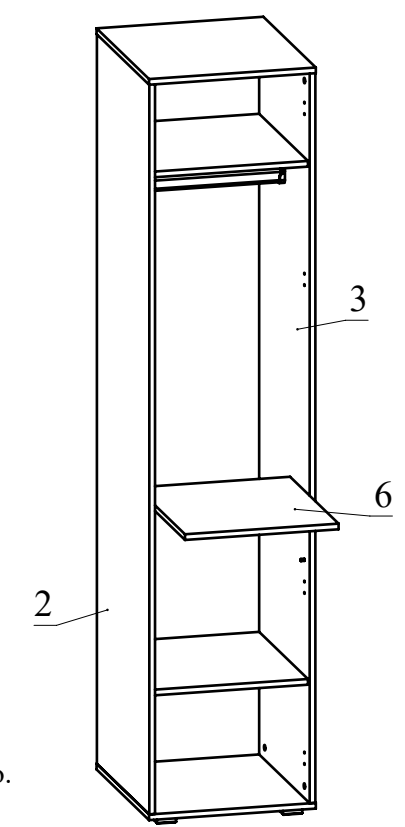

Рис.10
10. В отверстия деталей 2 и 3 установите полкодержатели (Рис. 10). На полкодержатели установите полку 6 (Рис. 10).